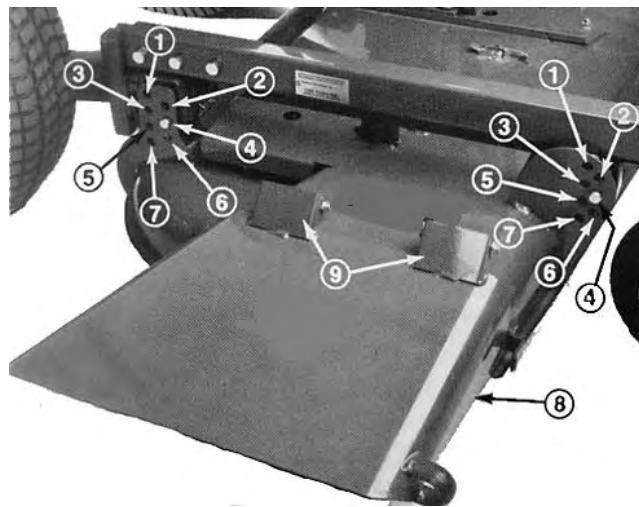

Bild 8
7. Senken Sie den Trägerrahmen ab und stecken Sie vier Lastösenbolzen in die gewünschten Löcher der Schnitthöhenhalterung und den Rahmenhalterungen. Befestigen Sie alle vier Stifte mit Splints (Bild 8).